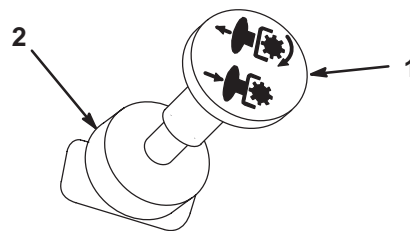

Figure 6
- 3. Placez la commande de prise de force (PdF) en position débrayée (Fig. 6).
2. Débrayez la PdF (Fig. 6).